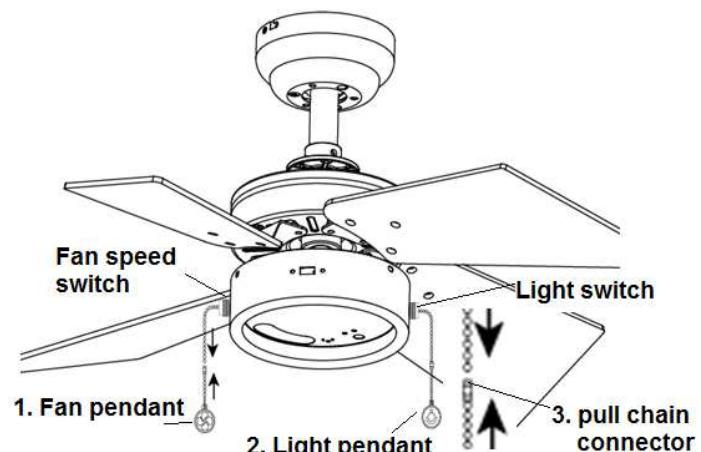

Abb. 11
- Verwenden Sie die Zugleinenverbindungen (3), um den Anhänger für den Ventilator-Geschwindigkeitsschalter (wie in Abb. 11. dargestellt) anzubringen, und befestigen Sie den Anhänger für das Licht (2) am Lichtschalter.